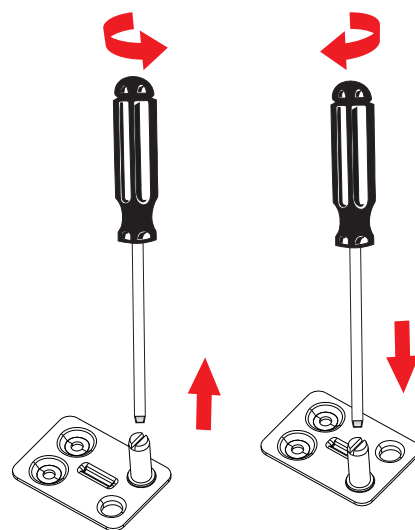

Fig. 12
- ▶ Fjern tappen for det øverste hængsel (fig. 12) med en kærveskruetrækker, og drej tappens igen i boret på den anden side.